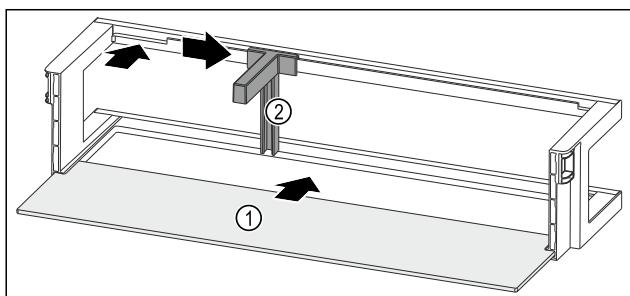

Fig. 136 Balconnet de contre-porte avec tablette de rangement
- ▶ Insérer la tablette de rangement Fig. 136 (1) dans les évidements latéraux.
- ▶ Insérer le porte-bouteilles Fig. 136 (2) dans l'évidement.
- ▶ Pousser le porte-bouteilles Fig. 136 (2) sur le côté en position souhaitée.